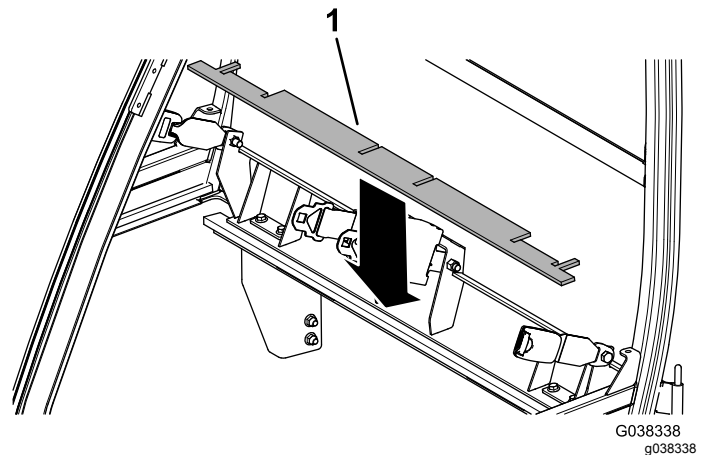

Bild 14
10. Montieren Sie die obere hintere Schaumstoffdichtung (Bild 14).